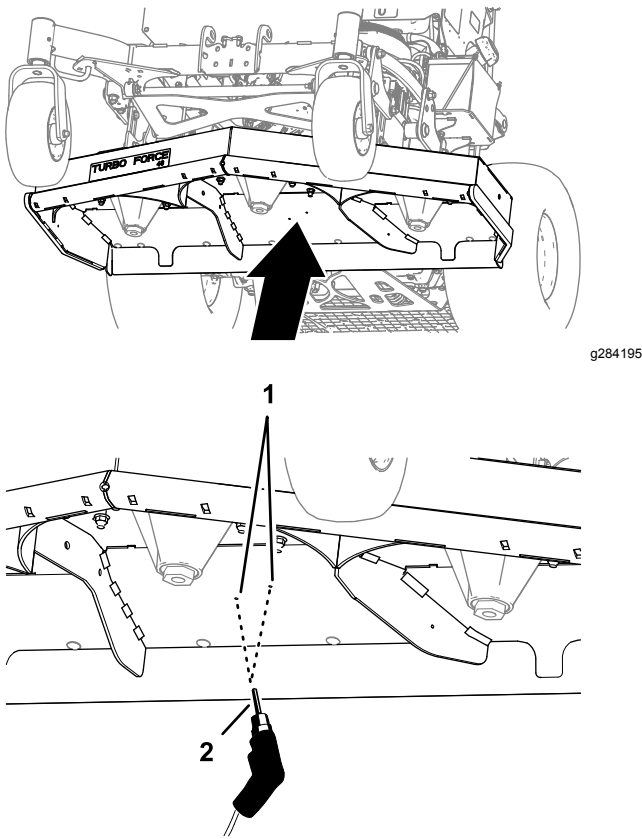

Figura 9
1. En la parte inferior de la carcasa de corte, perfore los 2 taladros piloto en la carcasa con una broca de 8 mm, como se muestra en la Figura 9.